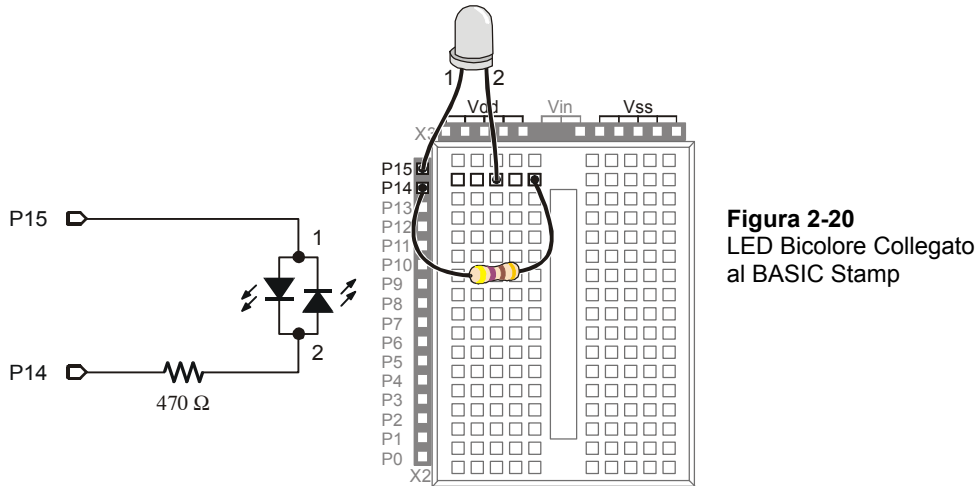

Figura 2-20
Controllare un LED bicolore con il BASIC Stamp richiede due pin I/O. Dopo che avrete manualmente verificato che il LED bicolore funzioni, potrete collegarlo al BASIC Stamp come mostrato in Figura 2-20.
- ✓ Collegate il LED bicolore al BASIC Stamp come mostrato nella Figura 2-20.